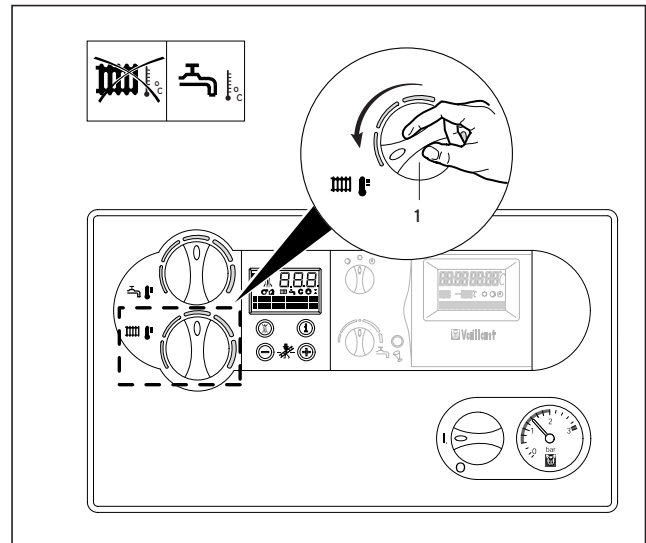

Abb. 3.19 Heizbetrieb ausschalten (Sommerbetrieb)
- Drehen Sie hierzu den Drehknopf (1) zur Einstellung der Heizungs-Vorlauftemperatur auf Linksanschlag (Abb. 3.19).